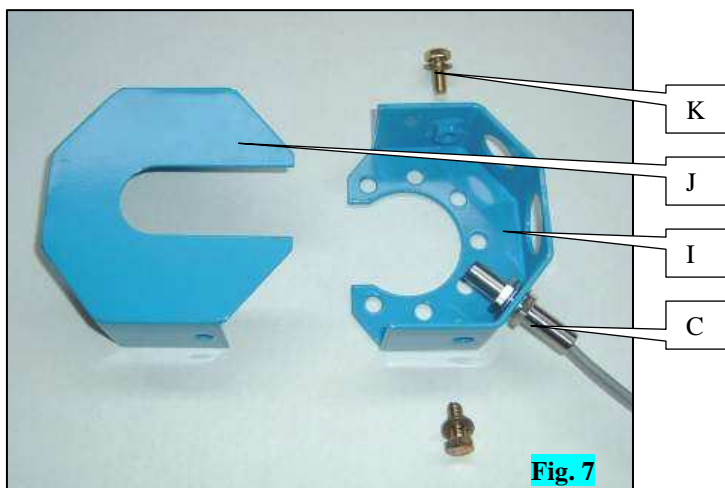

Fig. 7
**Sur NX**, positionner le capteur C sur son support I (fig. 7) et fixer le couvercle de boîte J à l'aide des 2 vis K.
- **On NX seeders**, position sensor C on its mounting I (fig. 7) and mount unit cover J using the 2 screws K.
**Bei NX-Sämaschinen:** Positionieren Sie den Sensor C auf seiner Halterung I (Abb. 7) und befestigen Sie mit Hilfe der beiden Schrauben K den Gehäusedeckel J.
- **Op de NX** plaatst u de sensor C op de steun I (fig. 7) en bevestigt het deksel van kast J met behulp van 2 schroeven K.
**En NX**, situar el captador C en su soporte I (fig. 7) y fijar la tapa de la caja J con los dos tornillos K.
**Nel modello NX**, posizionare il sensore C sul suo supporto I (fig. 7) e fissare il coperchio della scatola J con le 2 viti K.